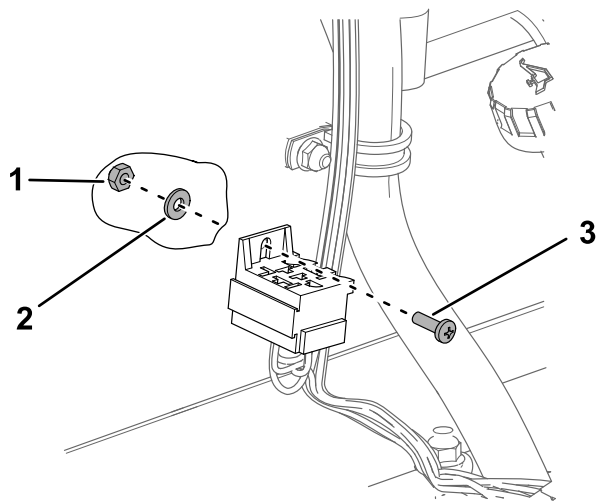

Figura 2
4. Retire el tornillo, la arandela y la tuerca que sujetan el conector a la columna (Figura 2).
4. Instale el conector en la columna usando el tornillo, la arandela y la tuerca que retiró anteriormente (Figura 2).